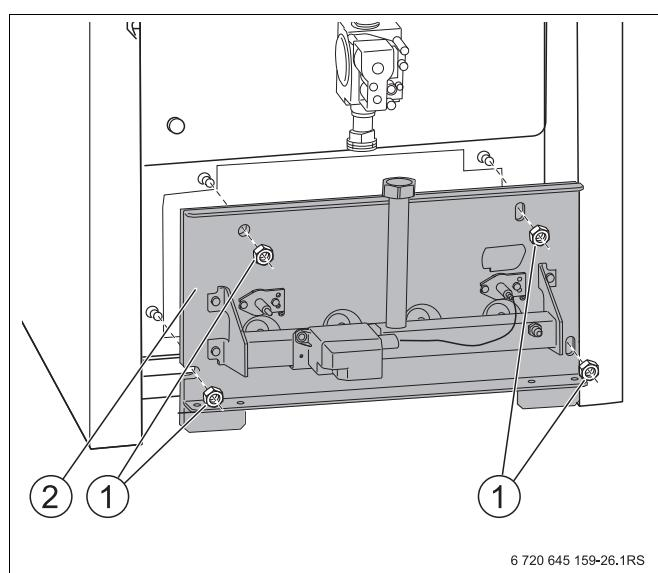

Рис. 39 Снятие крепежных гаек
- Открутить крепежные гайки (Рис. 39, **поз. 1**) на щитке горелки (Рис. 39, **поз. 2**) и вынуть газовую горелку.
- При креплении щитка горелки (Рис. 39, **поз. 2**, стр. 57) слегка затянуть четыре болта.